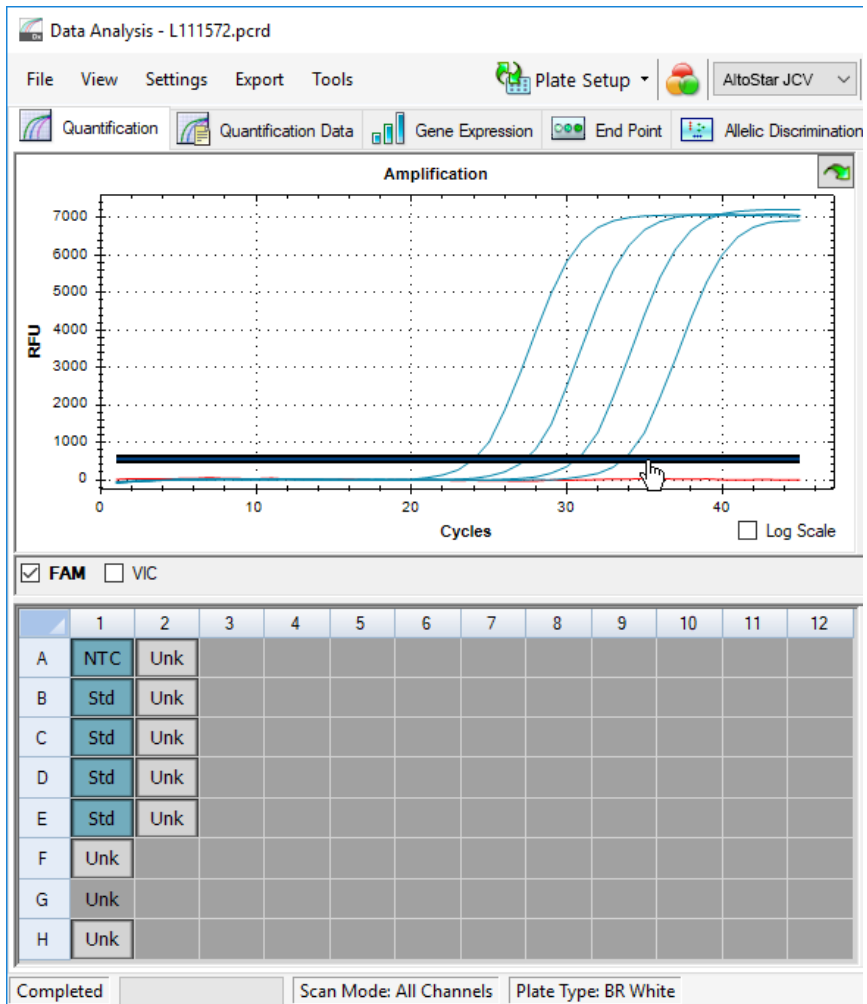

Figure 10: Fenêtre Data Analysis (Analyse des données) : définir le seuil FAM™
5. Sur la gauche de la fenêtre Data Analysis (Analyse des données), décochez la case **VIC** et cochez la case **FAM** pour le canal de détection ciblé du JCV (voir la figure 10).
6. Sélectionnez uniquement les puits contenant le NTC et les QS sur la représentation visuelle de la plaque dans la fenêtre Data Analysis (Analyse des données) (voir la figure 10).
7. Faites glisser le seuil situé bien au-dessus du signal du NTC dans la zone exponentielle des signaux des QS (voir la figure 10).